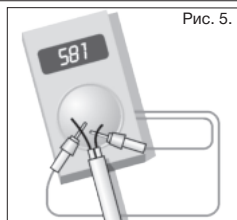

Рис. 5.
4. Перед укладкой нагревательного мата следует замерить его сопротивление для проверки работоспособности провода (рис. 5).